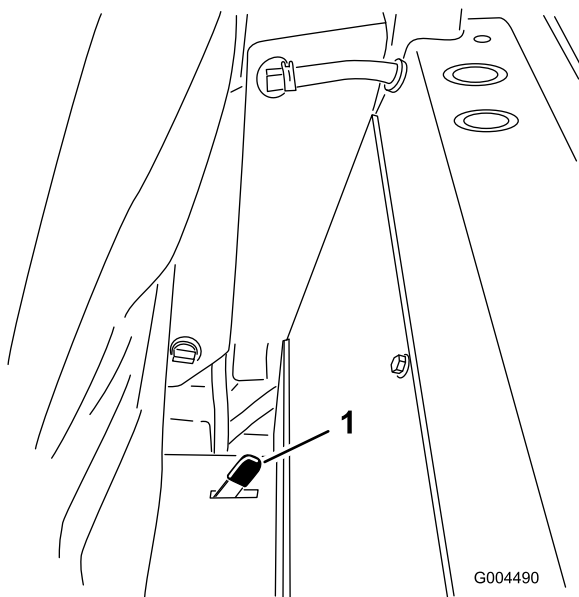

Figura 35
2. Presione uno de los enganches del asiento situados detrás y en los lados del mismo hacia atrás para desenganchar el asiento, y tire hacia adelante la parte superior del asiento (Figura 35).